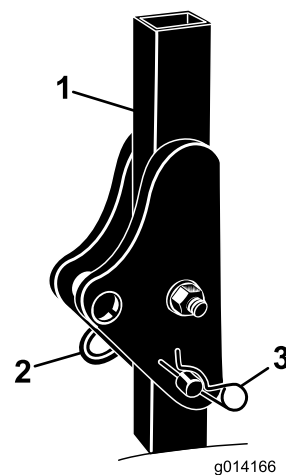

Figura 5
1. Rimuovete le coppiglie e le spine dal roll bar (Figura 5).
2. Alzate completamente il roll bar e montate le 2 spine, quindi fissatele con le coppiglie (Figura 5).